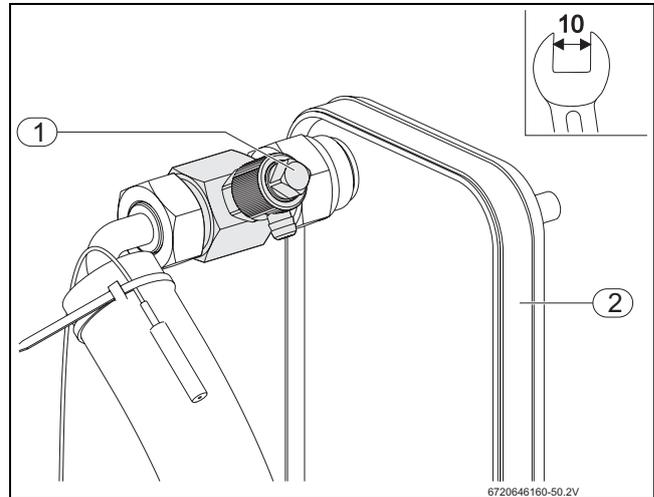

Fig. 15 Purgeur
- ▶ Ouvrir le purgeur (→ Fig. 15, [1]) jusqu'à ce que de l'eau s'évacue. S'assurer que l'eau s'évacue correctement.